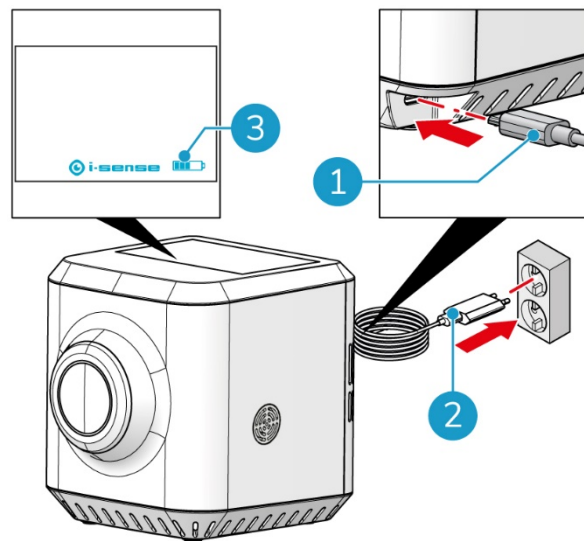

Figura 6
1. Ligue o cabo USB à porta USB (Figura 6, pos. 1).
2. Ligue o carregador a uma tomada de parede (Figura 6, pos. 2).
3. O ecrã irá mostrar o carregamento da bateria ou a secção do USB (Figura 6, pos. 3).